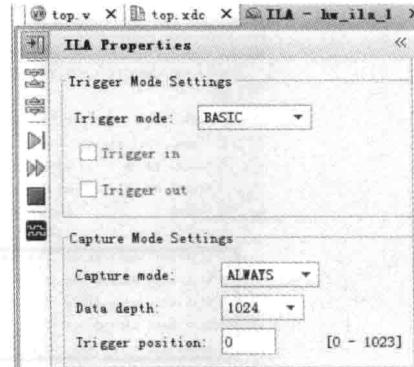

图 3.16 ILA 属性设置界面
- (10) 如图 3.16 所示,在调试界面内,找到 ILA Properties 窗口界面。在该界面中,单击 按钮。